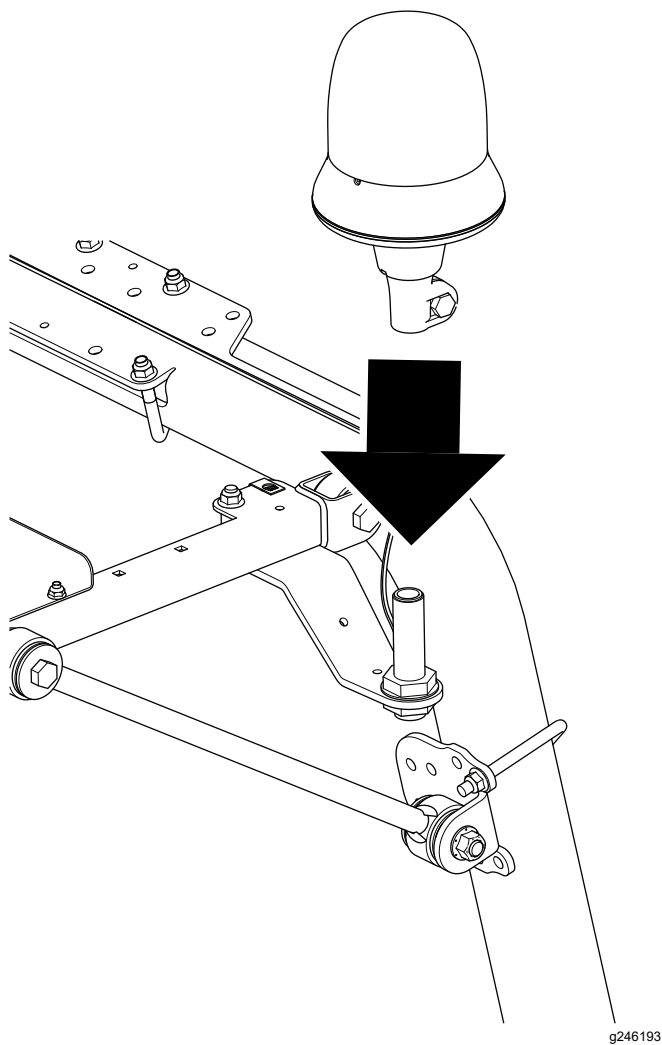

Figure 9
6. Installez le gyrophare sur la douille et serrez l'écrou à oreilles (Figure 9).